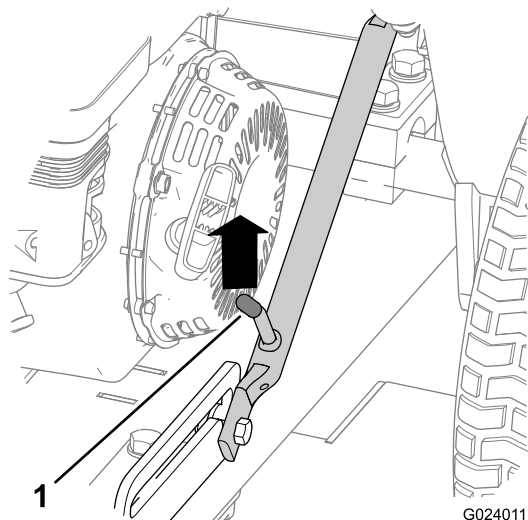

Bild 6
- Drücken Sie die Anbauvorrichtung nach oben, bis der Sperrhebel aus der seitlichen Arretierung entriegelt ist (Bild 6).